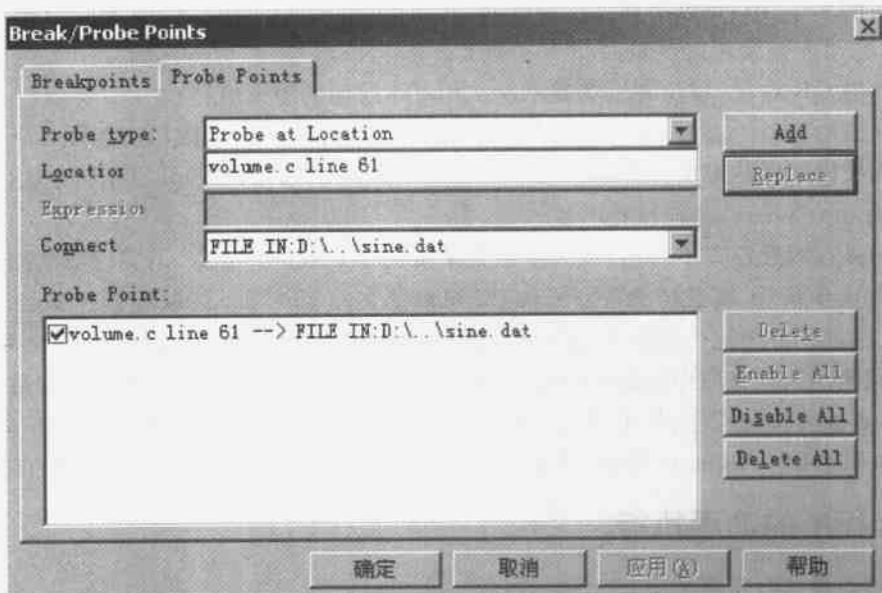

图 6.11 探测点与 sine.dat 文件关联
(11) 在 Probe Point 列表中，有一行“volume.c line 61 -> No Connection”，表明第 61 行设置了探测点，但还没有与 PC 机数据文件关联。
(12) 在 Connect 栏，单击向下的箭头，从列表中选择 sine.dat 文件。
(13) 单击 Replace 按钮，Probe Point 列表显示探测点已经与 sine.dat 文件关联，如图 6.11 所示。